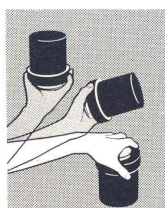

FIG. 2
- 2 Después de un minuto, invertir la cuba y volverla inmediatamente a su anterior posición horizontal (vea fig. 2).